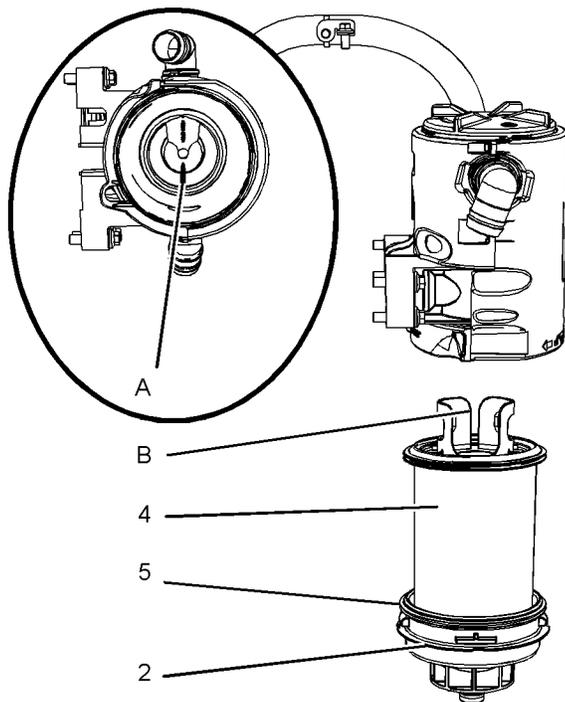

Abbildung 58
- Die Ausrichtung des Filterelements notieren. Das Filterelement (4) von der unteren Kappe (2) abnehmen. Die Dichtung (5) entfernen.
- Eine neue Dichtung (5) einbauen. Einen neuen Filter in den unteren Deckel (2) einbauen.
- Ausrichten von Position (A) am oberen Deckel mit Position (B) am Filterelement. Siehe Abbildung 58.